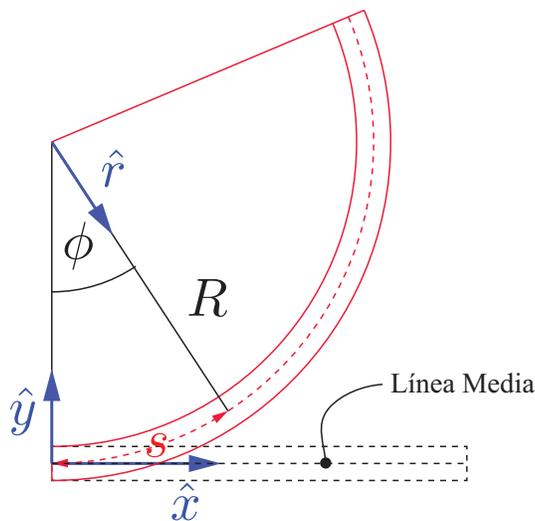

Figure 1: Deformación de doblamiento.
2.- Doblamiento. Una barra de sección cuadrada se dobla de manera que su línea media queda curvada a un radio R como se ve en la Fig. 1. Esto se hace de manera que su línea media no cambia de longitud, es decir el arco de longitud subtendido por la línea media es $s = x$ donde x es la coordenada a lo largo de la línea media antes de la deformación.